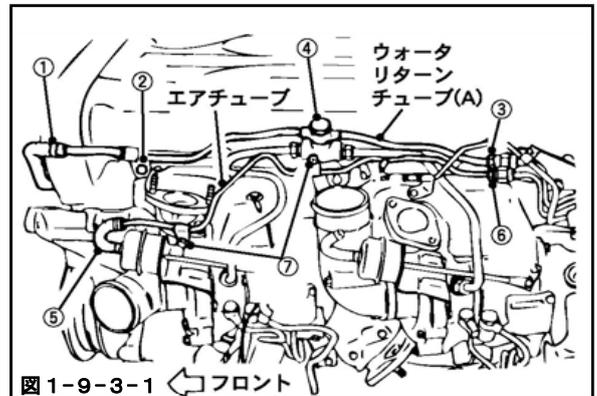

図1-9-3-1
- (2) 図1-9-3-1の⑤⑥⑦の順番でエアチューブを取外してください。(図1-9-3-1)
- (3) 図1-9-3-2のナット⑧~⑪を外し、ウォータリターンチューブ (B), (C) を取外してください。(図1-9-3-2)